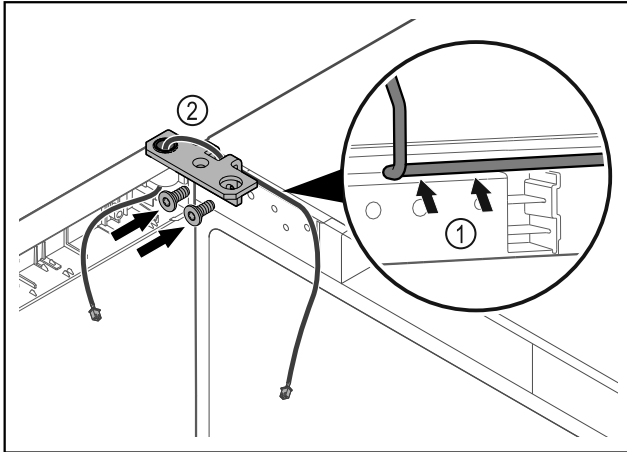

Fig. 34
- Kabel durch die Ausparung des Scharnierwinkels führen und vorsichtig verlegen Fig. 34 (1).
- Scharnierwinkel Fig. 34 (2) anschrauben.